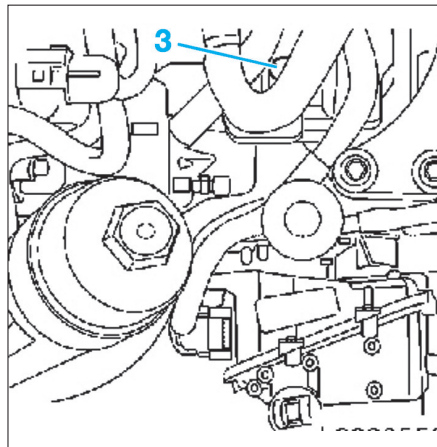

Fig. 3
- Avec système Easytronic, pour le remplissage, déposer la mise à l'air libre (3) de la boîte de vitesses (Fig.3).